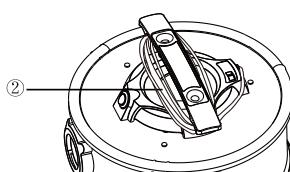

Fig. 8
- Vira elkabeln (②) löst runt bärhandtaget för praktisk förvaring (Fig. 8).